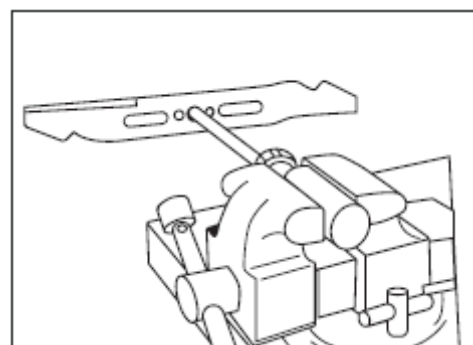

Fig. 18
- A lâmina está equilibrada quando nenhuma das extremidades desce (ver fig. 18).